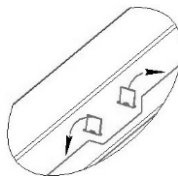

Рисунок 3 – Язычки в пазах во внутренней части панели верхней
2. Установить верхнюю панель на стенку среднюю, отогнуть язычки в пазах во внутренней части панели верхней (Рисунок 3).